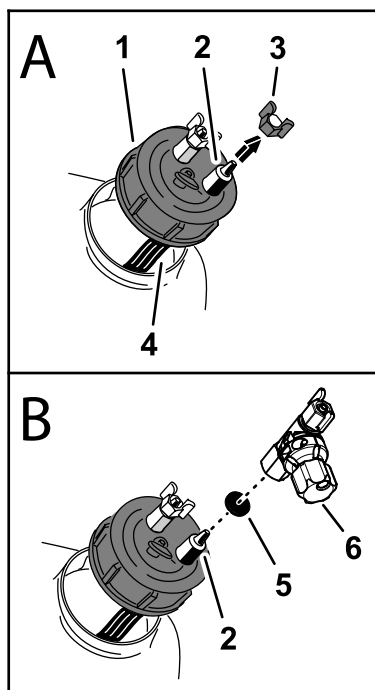

Рисунок 1
1. Найдите черную крышку на конце бака пенного маркера в сборе (Рисунок 1).
2. Отверните крышку бака и приподнимите ее, чтобы увидеть синюю трубку фильтра (Рисунок 1).
3. Снимите синюю зажимную гайку со штуцера на крышке бака, подсоединенного к синей трубке фильтра внутри бака (Рисунок 1).
4. Установите монтируемый на крышке регулирующий клапан и прокладку на штуцер крышки бака и расположите клапан, как показано на Рисунок 1.